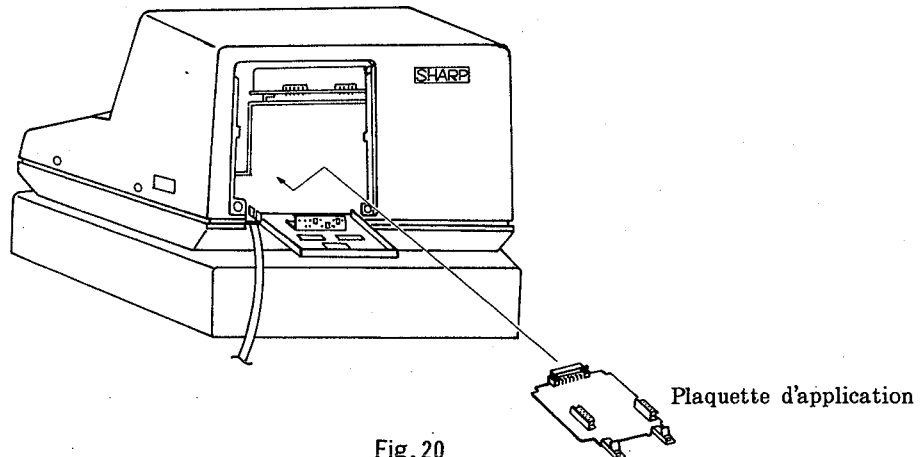
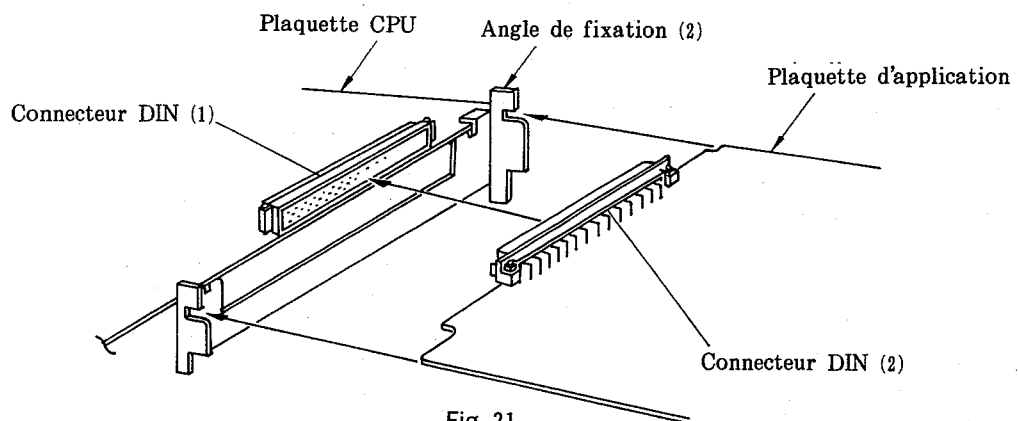

Fig. 20
Fig. 21
- (14) Replacer la plaquette d'application de la manière suivante.
- a) Insérer la plaquette d'application dans le bâti (Fig. 20) et l'installer à l'angle de fixation (2) (2 positions). (Voir la Fig. 21.)